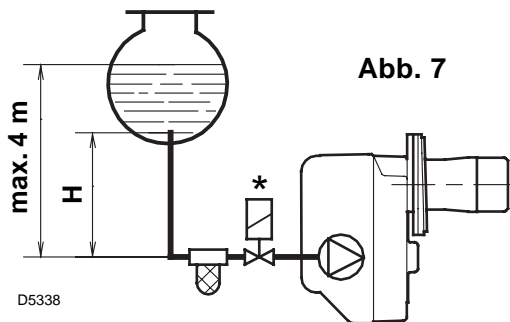
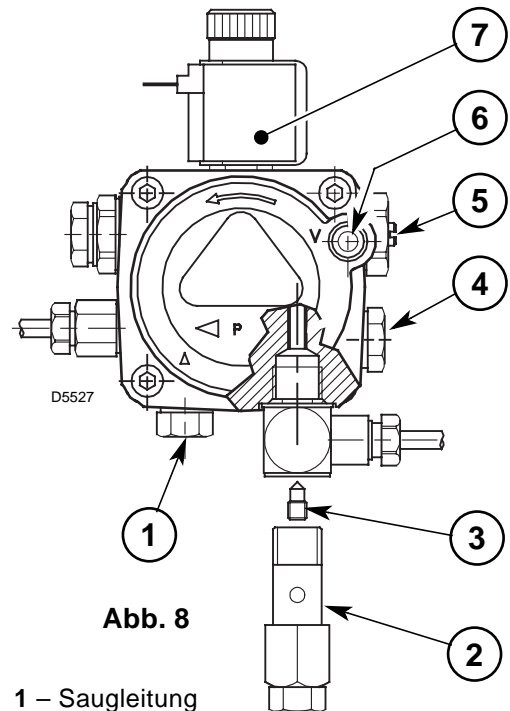

Abb. 7
Abb. 8
- Die Pumpe ist werksseitig für den Zweirohr-Betrieb eingerichtet. Wird ein Pumpen-Einrohrbetrieb für notwendig erachtet, so ist der Zapfen (2) zu lösen und die By-Pass Schraube (3) zu entfernen. Danach ist der Zapfen wieder anzuschließen, (siehe Abb. 8).
Bei der in Abb. 7 dargestellten Anlage ist es ausreichend, wenn man den Vakuummeteranschluß (6, Abb. 8) lockert und das Austreten des Brennstoffes abwartet.
Der Manometer zur Druckkontrolle wird anstatt des Verschlusses (4, Abb. 8, Seite 4) montiert. Muß der Druck neu eingestellt werden oder wünscht man ihn zu ändern, so braucht man nur die Schraube (7) verändern nachdem man die Schraube (8) gelöst hat.